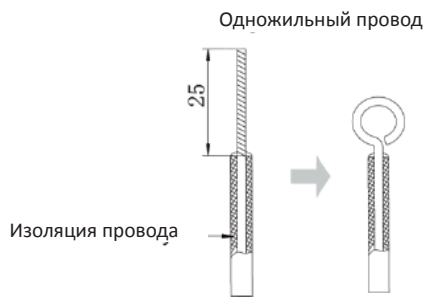

Рис. 5.1.1
(1) Подключение сплошного кабеля (см. рис. 5.1.1)